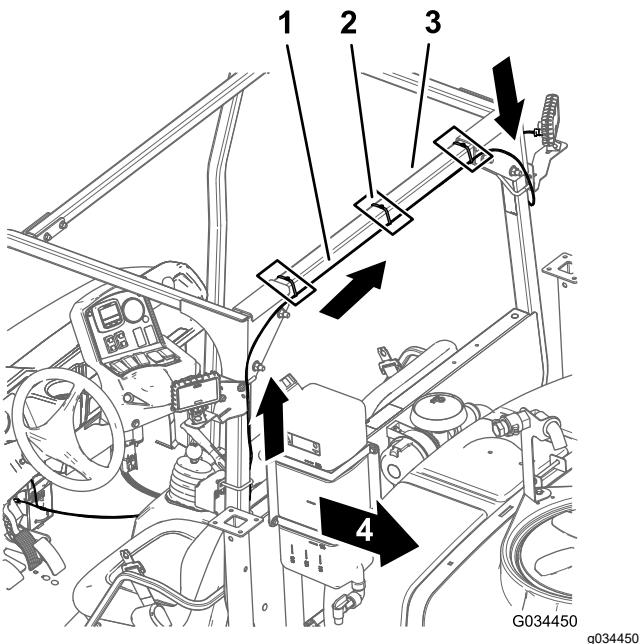
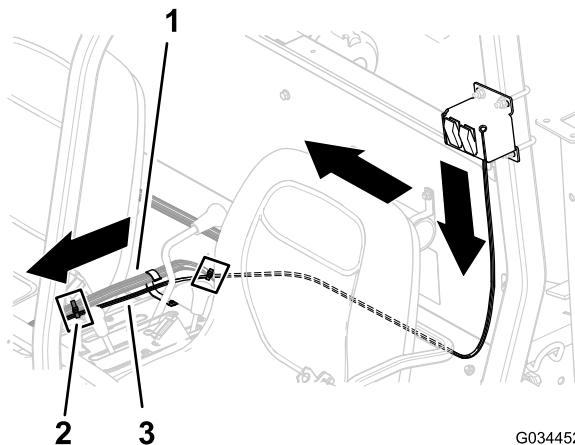
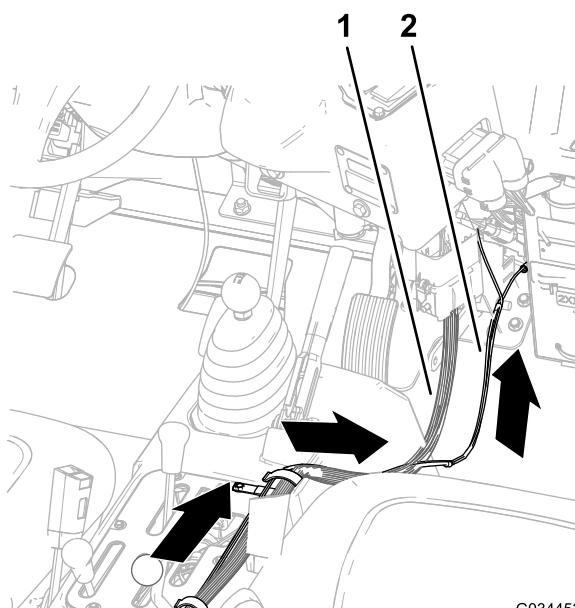

Рисунок 16
Рисунок 17
Рисунок 18
- Рядом с переключателями проложите ответвление жгута проводов с 2-гнездовым соединителем вверх и по периметру задней части горизонтальной трубы конструкции ROPS, как показано на Рисунок 16.
- Рядом с переключателями освещения проложите ответвление жгута проводов с гнездовой клеммой и круглой клеммой вниз и поперек спинки сиденья оператора, как показано на Рисунок 17.
- У центральной консоли проложите жгут проводов комплекта заднего рабочего осветительного прибора вдоль жгута проводов опрыскивателя и вперед к блоку предохранителей (Рисунок 17 и Рисунок 18).
- Прикрепите жгут проводов комплекта заднего рабочего осветительного прибора к жгуту проводов опрыскивателя с помощью кабельных стяжек, как показано на Рисунок 16 и Рисунок 17.